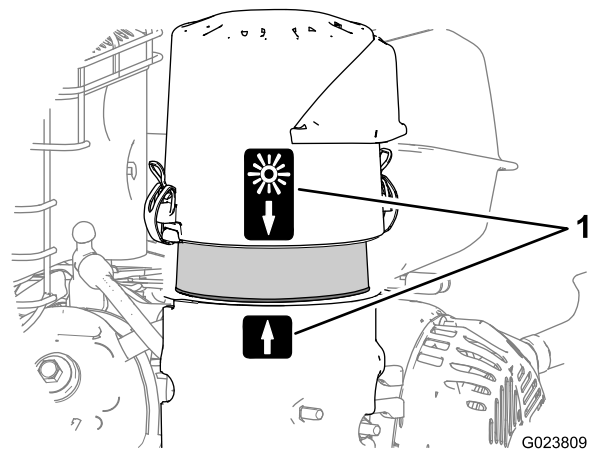

Figure 23
- Alignez la flèche sur le couvercle du filtre à air et la flèche sur la base (Figure 23).